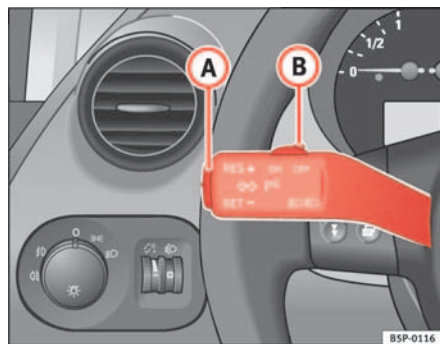

Fig. 139 Palanca de intermitentes y de luz de carretera: conmutador y tecla basculante para el regulador de velocidad
- Mueva el mando ⇒ fig. 139 (B) hacia la izquierda hasta la posición **ON**.